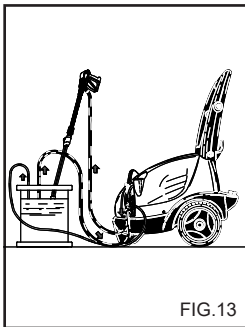

FIG. 13
**ANVENDELSE AF ANTIFROSTVÆSKE (fig. 13)**